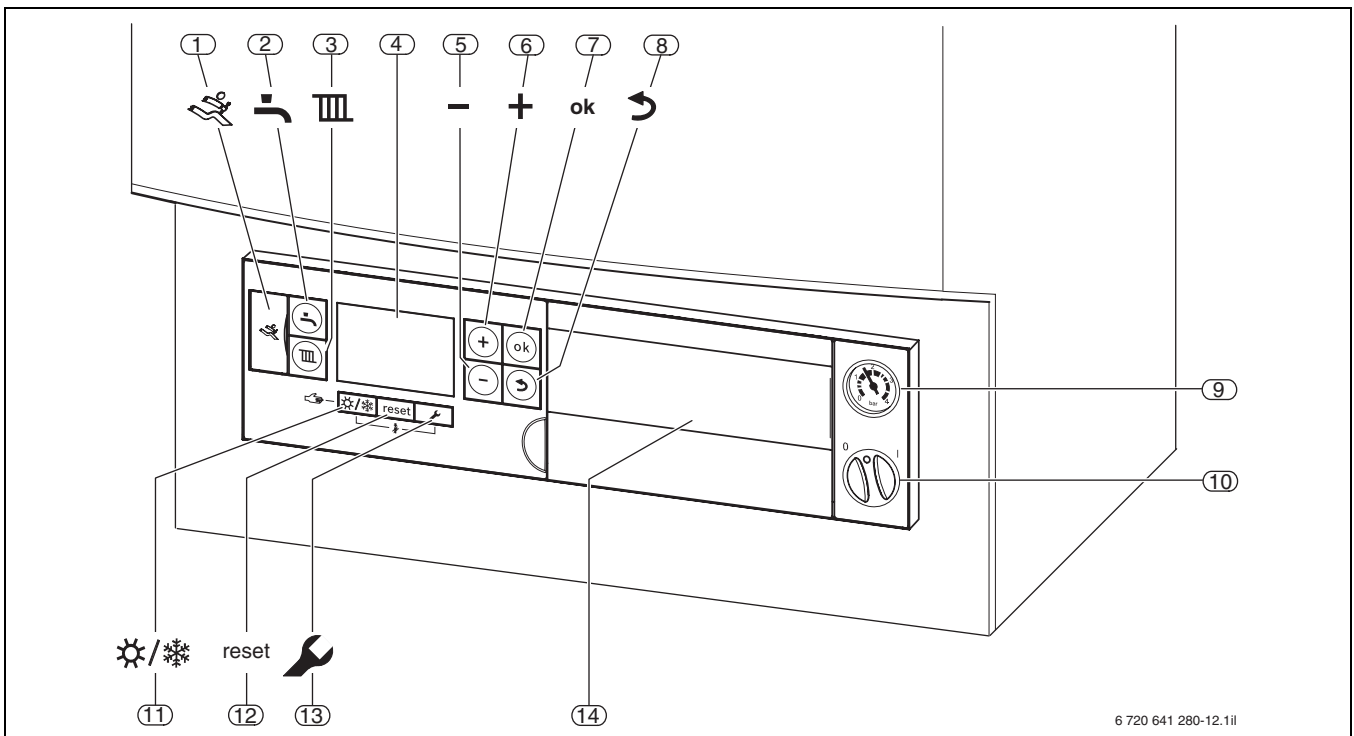

Bild 39 Anzeigen und Bedienelemente des Basiscontrollers Logamatic BC25
- Ein- und Ausschalten des Heizkessels und aller angeschlossenen Module über eine Ein/Aus-Schalters (→ Bild 39, Pos. 11)
- Taste Umschaltung „Sommer-/Winterbetrieb“ (→ Bild 39, Pos. 12)